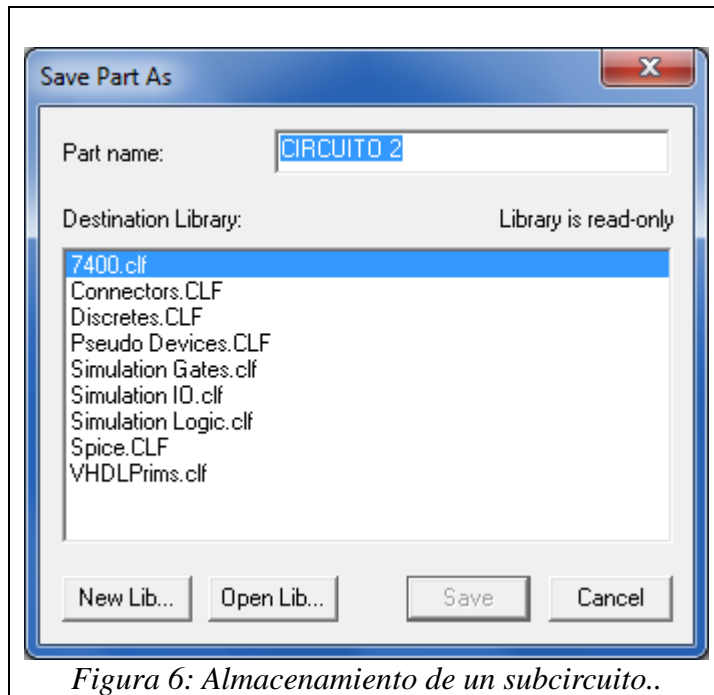

Figura 6: Almacenamiento de un subcircuito..
- 4.- Para guardar el nuevo símbolo en una biblioteca, seleccione “File → Save” y aparecerá una ventana como la de la Figura 6.